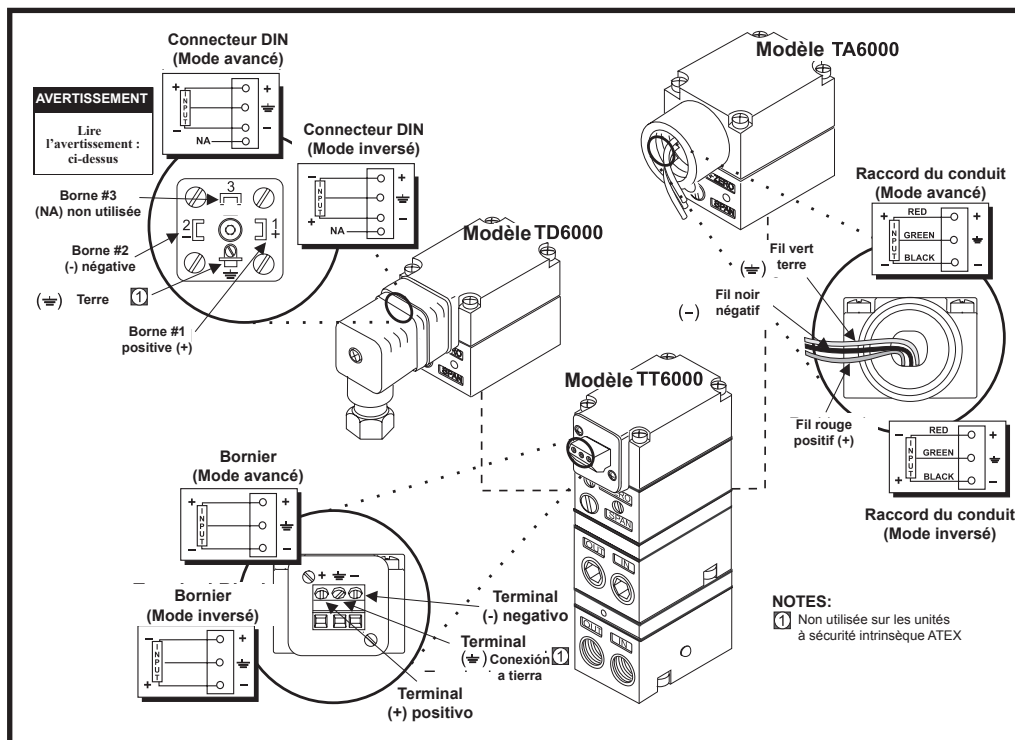

Figure 9
Établissez les connexions, comme indiqué à la figure 9.
1. Connecter le signal d'entrée au transducteur représenté sur la figure 9.
5. Connecter le signal d'entrée au transducteur représenté sur la figure 9.